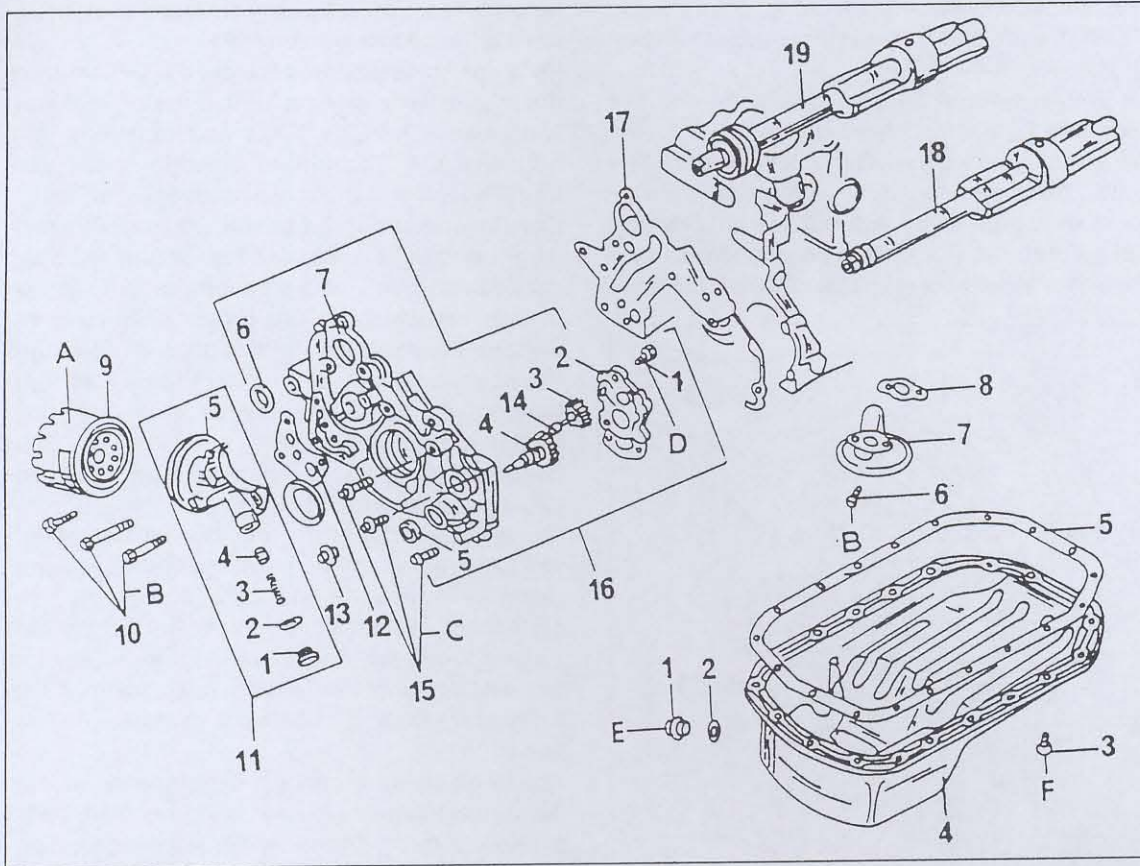

Bild 132
Das vordere Gehäuse, welches beim Ausbau der Wellen abmontiert werden muss, enthält die Ölpumpe und das Ölüberdruckventil und an der Unterseite ist das Ölansaugsieb angeschraubt. Die Ölpumpe ist in die Rückseite des Gehäuses eingesetzt. Bild 132 zeigt das zusammengebaute Gehäuse mit den beiden Wellen bei einem Benzinmotor. Das Bild zeigt die allgemeine Anordnung der Teile, jedoch könnten einige Unterschiede bei dem in diesen Fahrzeugen eingebauten Motor vorgefunden werden. Die beim Dieselmotor eingebauten Teile wurden bereits in Bild 40 gezeigt.
- Alle nicht erwähnten Teile entsprechend Bild 132 bzw. Bild 40 montieren.